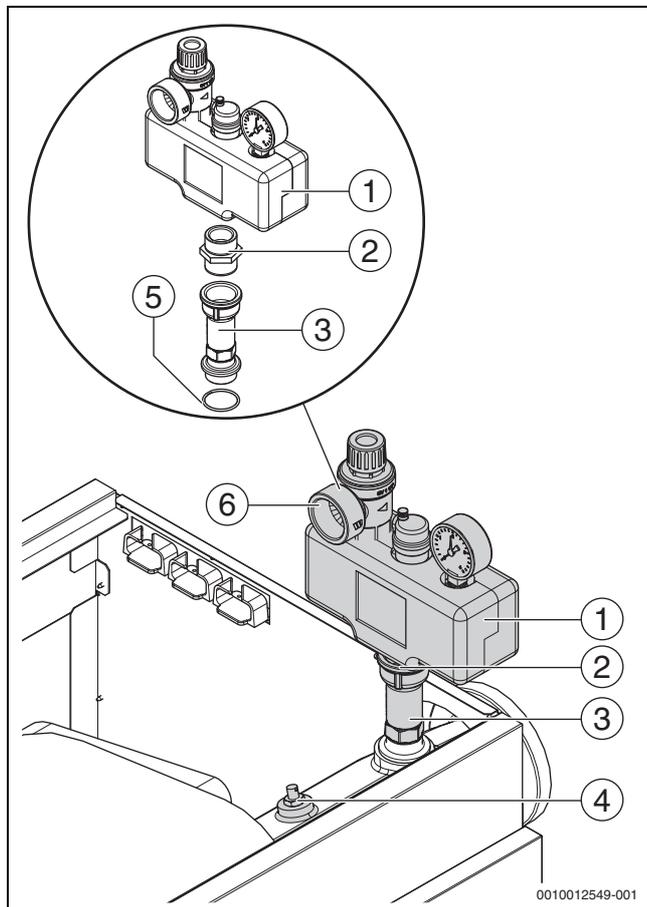

Bild 17 Sicherheits-Set 3 bar (Dargestellt: Kesselaufbau rechts)
(→Bild 17 und 18)
- ▶ Sicherheits-Set am Gewindeanschluss des Kesselvorlaufs mit geeignetem Dichtmittel beziehungsweise den mitgelieferten Dichtungen eindichten (→Bild 17).